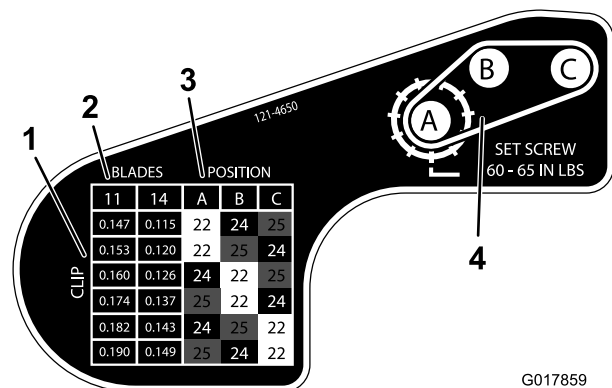

Figura 17
6. Utilizando a tabela mostrada no autocolante na Figura 17, determine a definição de apara que deseja e que polias tem de mover.
9. Instale cada polia na nova configuração, como se indica no autocolante (Figura 17).